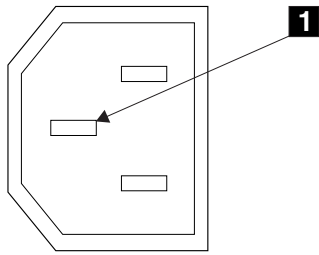

图 2. 接地引脚
6. 检查 SAN Volume Controller 的配线架和每个主电源接口的接地引脚（图 2 中的 **1**）之间的连续电阻。